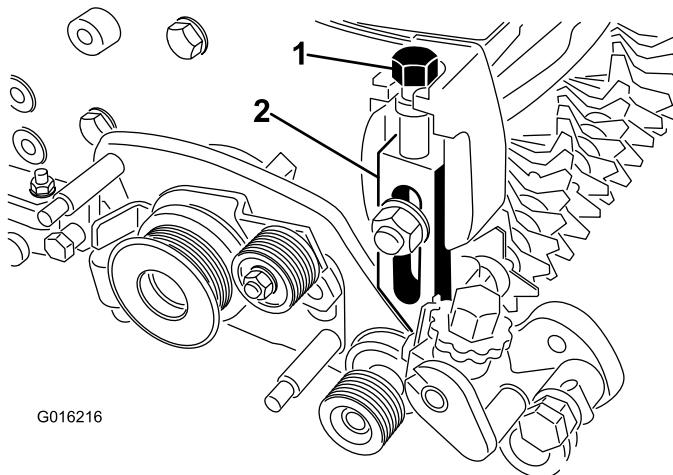

Figura 10
21. Aperte o parafuso de ajuste da altura de corte na parte superior do conjunto do braço de ajuste do lado direito (Figura 10).
22. Instale o conjunto do braço de ajuste do lado direito na placa lateral da unidade de corte usando o parafuso de cabeça plana, porca e nova anilha. Certifique-se de que a extremidade da haste do conjunto dos braços da altura de corte desliza para o casquilho no furo do conjunto de transmissão do rastelo (Figura 10).
25. Aperte o parafuso de ajuste da altura de corte na parte superior do conjunto do braço de ajuste do lado esquerdo (Figura 10).
27. Instale o conjunto do braço de ajuste do lado esquerdo na placa lateral da unidade de corte usando o parafuso de cabeça plana, porca e nova anilha (Figura 10).